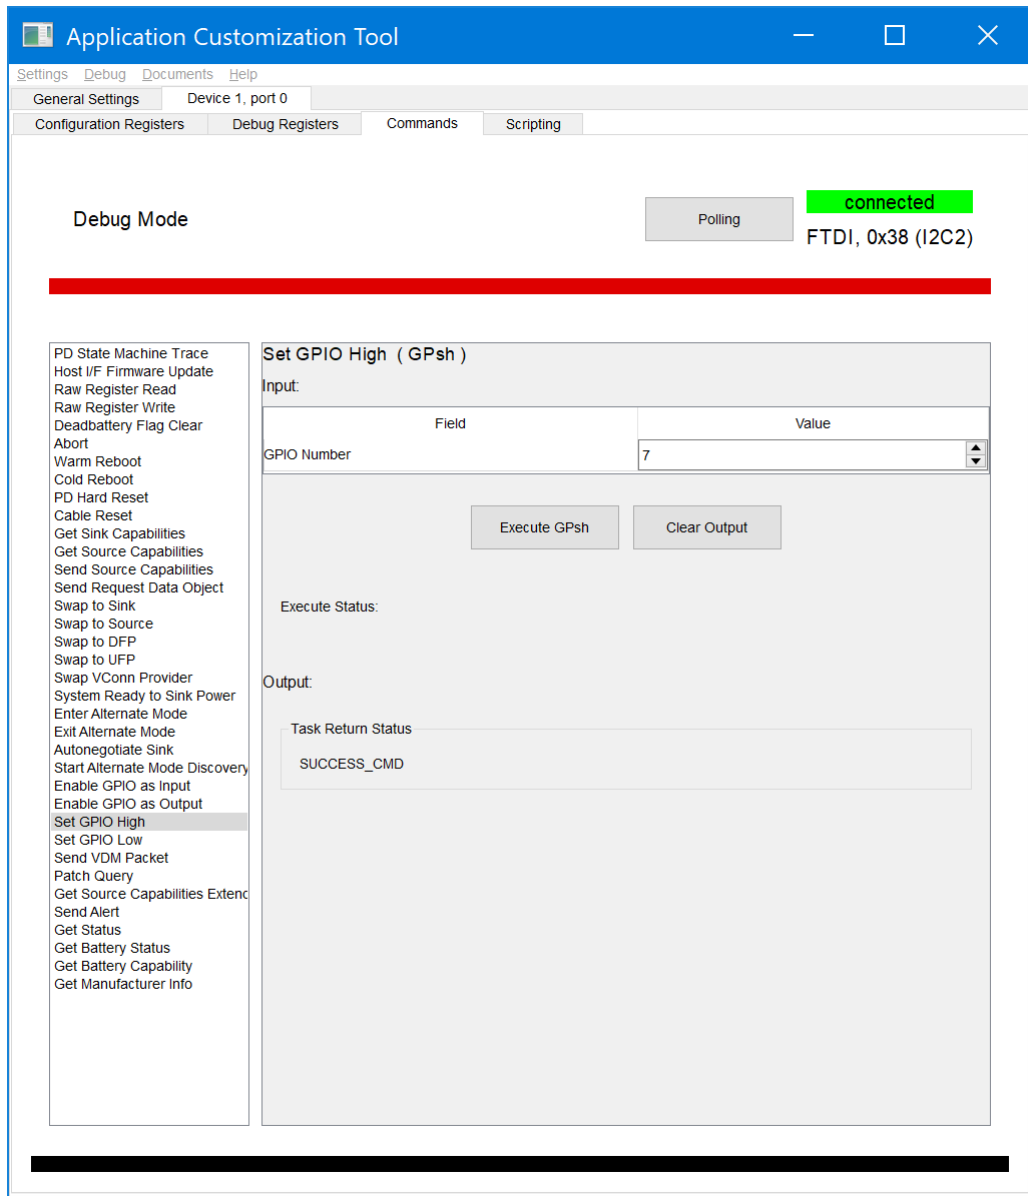

图 5-5. 使用 ‘GPsh’ 4CC 命令
- 然后发送 ‘GPsh’ 4CC 命令，如图 5-5 中所示。